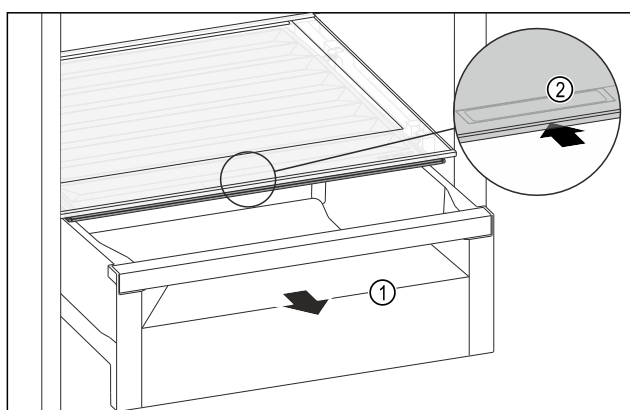

Fig. 109
- Trekk ut skuffen Fig. 109 (1).
- Ta tak i det innfelte grepet Fig. 109 (2) på lokket, og skyv lokket samtidig bakover.